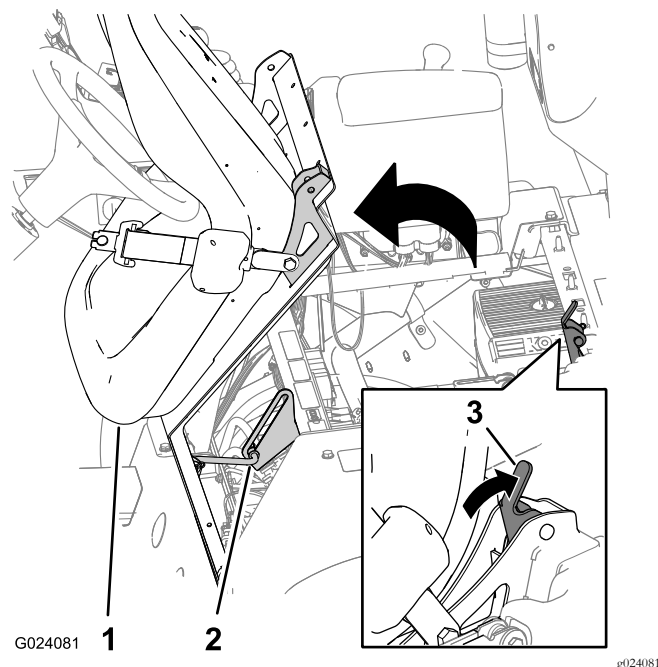

Рисунок 3
3. Разблокируйте сиденье, нажав назад ручку защелки сиденья (Рисунок 3).
4. Наклоните сиденье и пластину сиденья вперед так, чтобы конец опорной стойки на кронштейне опорной стойки оказался в нижней части паза кронштейна (Рисунок 3).